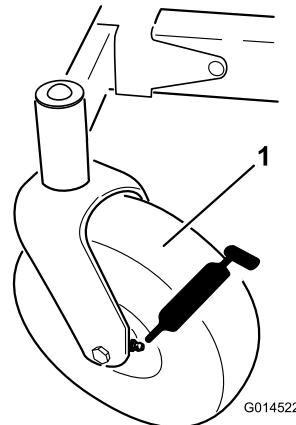
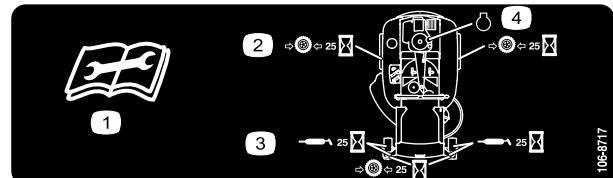

Figura 26
Figura 27
3. Limpie con un trapo los puntos de engrase (Figura 26 y Figura 27).
4. Conecte una pistola de engrasar a cada punto de engrase y bombee grasa en éstos hasta que la grasa empiece a rezumar de los cojinetes (Figura 26 y Figura 27).